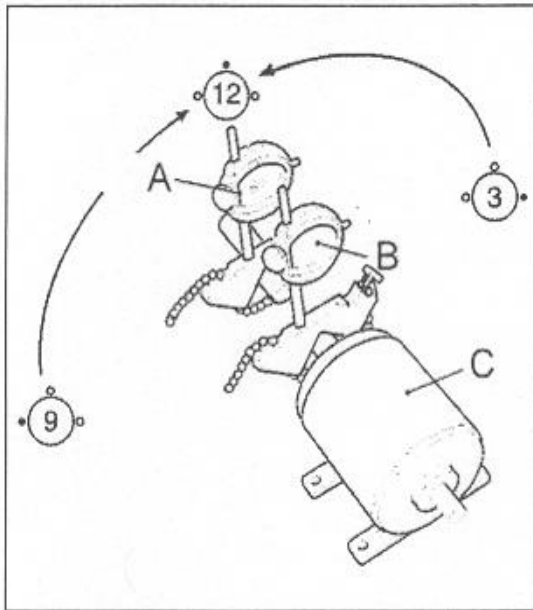

Fig. 12 A posição de 12 horas
- a) Coloque as duas unidades de medição na posição 12 horas com a ajuda dos níveis de bolha (fig. 12).